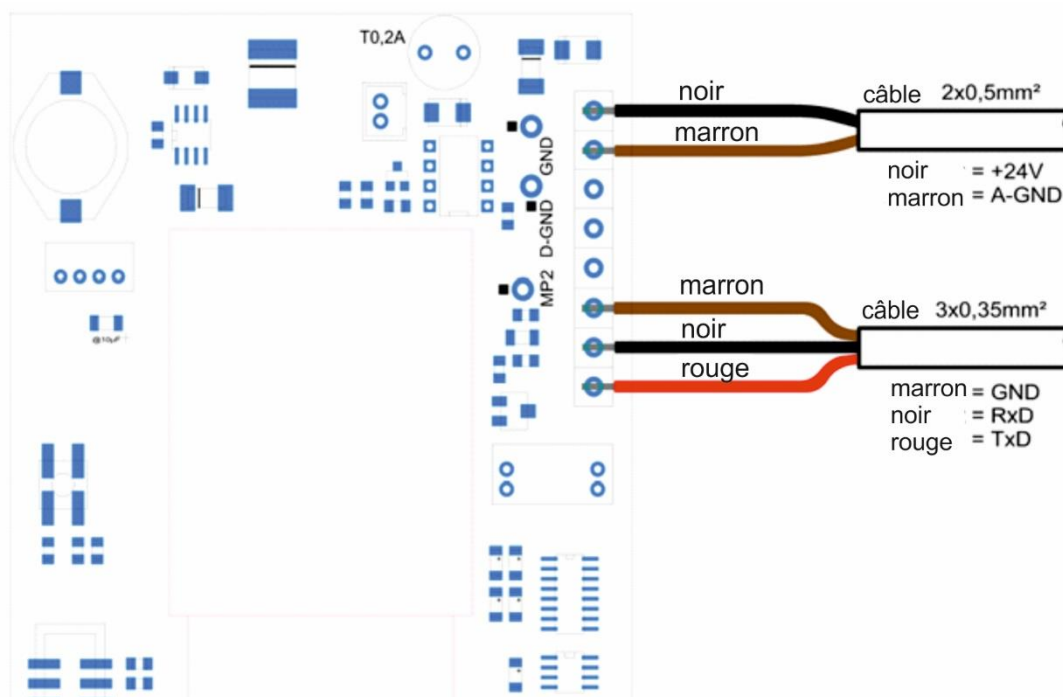

Figure 8
4. Ouvrez le couvercle et montez les câbles. Il y a deux câbles : un à trois pôles et un à deux pôles (voir Figure 8).